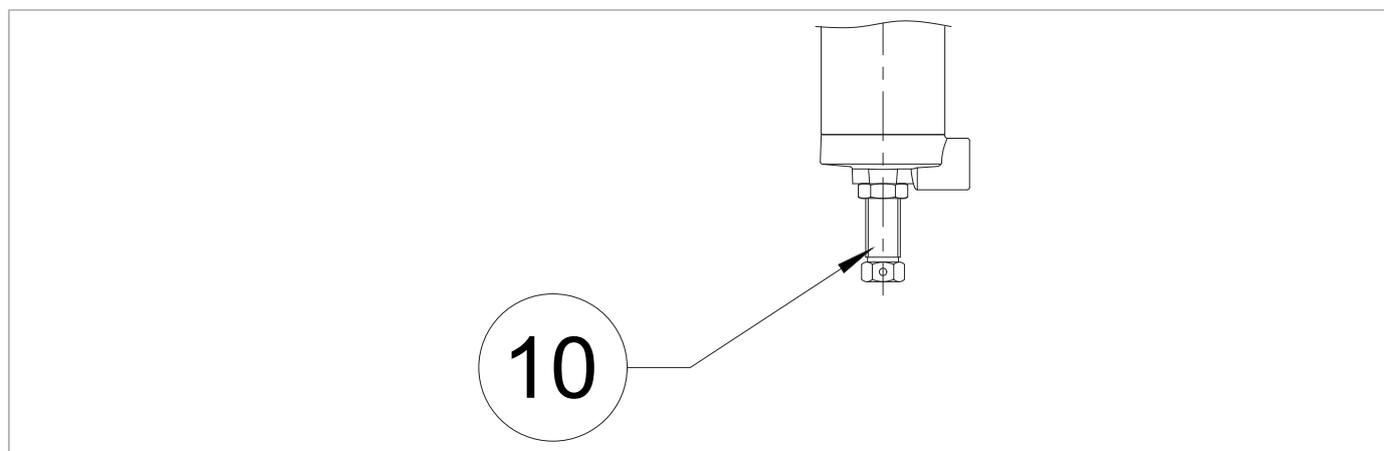

Рис. 8.37. 200/A/FO и пилоты серии 200/A
12	<p>а- ДЛЯ ПЕРВОГО ЗАПУСКА В ЭКСПЛУАТАЦИЮ ЛИНИИ РЕГУЛИРОВАНИЯ</p> <p>Если давление на выходе (Pd) не равняется требуемому давлению тарирования, действовать следующим образом:</p> <ul style="list-style-type: none"> • значение давления на выходе (Pd) ниже требуемого значения тарирования: увеличить напряжение пружины тарирования пилота (3), поворачивая по часовой стрелке регулирующий винт (Рис. 8.37, дет. 10) • значение давления на выходе (Pd) выше требуемого значения тарирования: уменьшить напряжение пружины тарирования пилота (3), поворачивая по часовой стрелке регулирующий винт (Рис. 8.37, дет. 10) <p>б- ПОСЛЕ ТЕХОБСЛУЖИВАНИЯ РЕГУЛИРУЮЩЕЙ ЛИНИИ</p> <ul style="list-style-type: none"> • увеличить напряжение пружины тарирования пилота (3), поворачивая регулировочный винт (Рис. 8.37, дет. 10) по часовой стрелке, чтобы увеличить давление регулятора (1)
12	а- ДЛЯ ПЕРВОГО ЗАПУСКА В ЭКСПЛУАТАЦИЮ ЛИНИИ РЕГУЛИРОВАНИЯ Если давление на выходе (Pd) не равняется требуемому давлению тарирования, действовать следующим образом: <ul style="list-style-type: none"> • значение давления на выходе (Pd) ниже требуемого значения тарирования: увеличить напряжение пружины тарирования пилота (3), поворачивая по часовой стрелке регулирующий винт (Рис. 8.37, дет. 10) • значение давления на выходе (Pd) выше требуемого значения тарирования: уменьшить напряжение пружины тарирования пилота (3), поворачивая по часовой стрелке регулирующий винт (Рис. 8.37, дет. 10) б- ПОСЛЕ ТЕХОБСЛУЖИВАНИЯ РЕГУЛИРУЮЩЕЙ ЛИНИИ <ul style="list-style-type: none"> • увеличить напряжение пружины тарирования пилота (3), поворачивая регулировочный винт (Рис. 8.37, дет. 10) по часовой стрелке, чтобы увеличить давление регулятора (1)